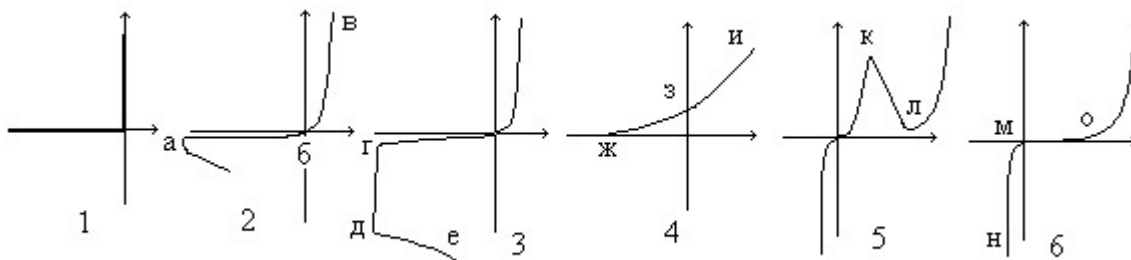

Рис. 3.2.
1.1.28. Показать ВАХ стабилитрона (рис.3.2):